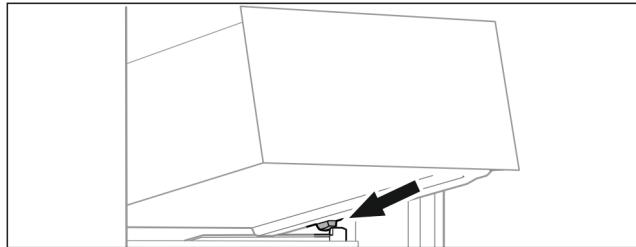

Fig. 121
- Predal postavite v poševnem položaju za zaustavljalniki na nastavek za posodo. (glejte Fig. 121)